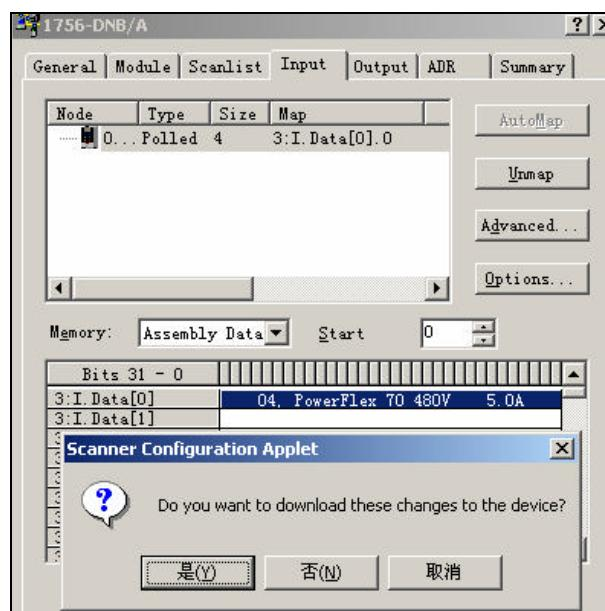

图 4-24 下载修改后的设置
19. 输入输出映像结束后 , 点击应用按钮 , 弹出下面对话框 , 询问是否下载这些设置到变频器中 , 单击 “ 是 ” , 如图 4-24 所示。